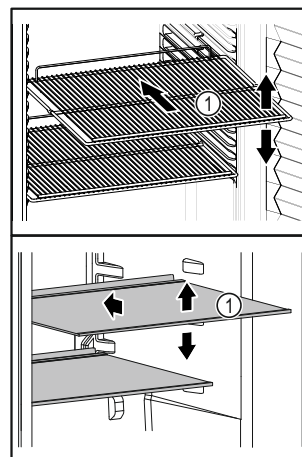

Fig. 62 Représentation à titre d'exemple
- ❑ Si les surfaces de rangement *Fig. 62 (1)* sont mobiles, les régler en hauteur.